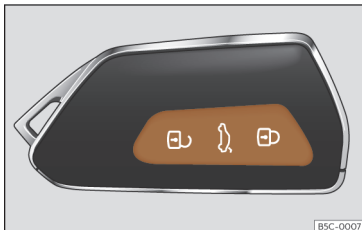

Fig. 84 Clé à télécommande : touches.
- Verrouiller : appuyez sur le bouton >>> fig. 84.